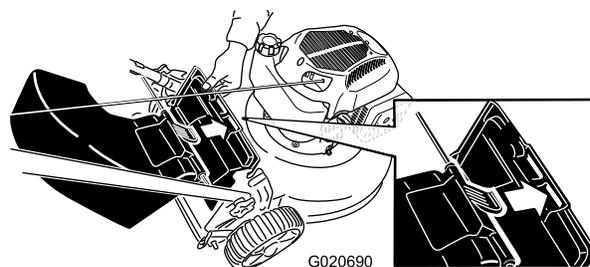

Figura 21
3. Inserite la linguetta del deflettore di scarico posteriore nella fessura destra del deflettore posteriore (Figura 21).